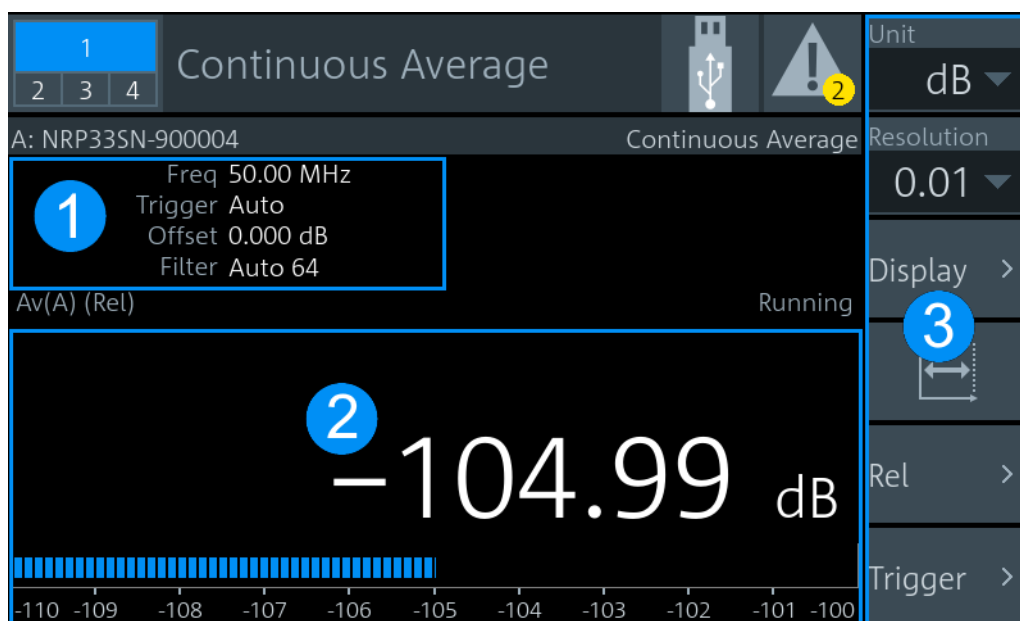

Рисунок 4-2 – Компонровка главного диалогового окна (пример)
- ▶ Коснитесь *отображаемого измеренного значения или графика*, область (2) на рисунок 4-2, чтобы изменить тип измерения, назначить датчик, получить доступ к настройкам датчика, ...
- ▶ Коснитесь *отображаемых настроек*, область (1) на рисунок 4-2, чтобы получить доступ к настройкам датчика.
- ▶ Коснитесь *элемента в панели навигации*, область (3) на рисунок 4-2, чтобы настроить функцию запуска, представление результата измерения и другие специальные настройки для конкретного измерения.